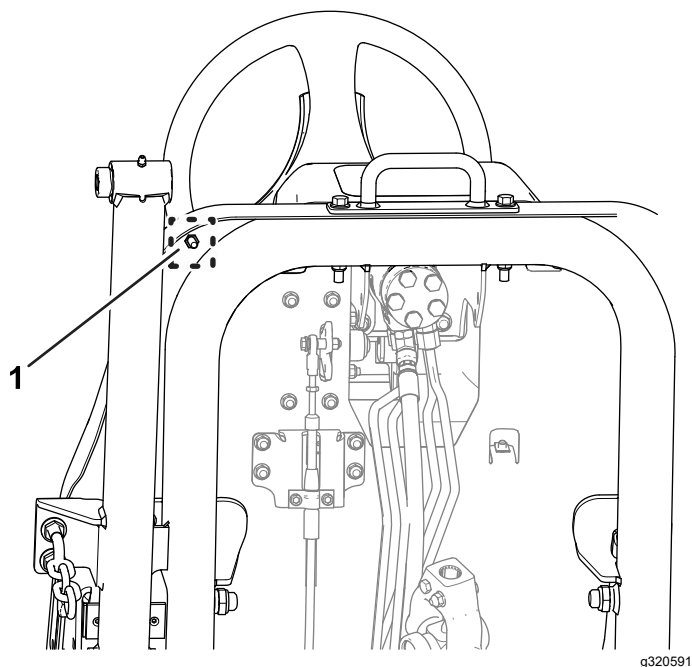

Figura 82
- B. Allentate il controdado nella parte inferiore della piastra di appoggio del piede (Figura 82).
- F. Mentre tenete fisso l'arresto del pedale di trazione, serrate il controdado nella parte inferiore della piastra di appoggio del piede (Figura 81 e Figura 82) a 37–45 N·m.